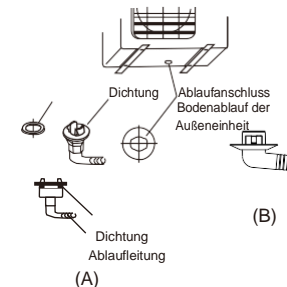

Abb. 11
Bei einem Ablaufanschluss mit Dichtung (Abb.11 (A)) setzen Sie zuerst die Dichtung auf den Anschluss, dann stecken Sie den Ablaufanschluss in die Ablauföffnung der Außeneinheit und drehen ihn dann zur sicheren Verbindung um 90 Grad. Zur Installation des Ablaufanschlusses wie Abb.11 (B) setzen Sie den Ablaufanschluss in die Ablauföffnung der Außeneinheit ein, bis er nach einem Klickgeräusch arretiert ist. Schließen Sie einen Verlängerungs-Ablaufschlauch (lokal erworben) an den Ablaufanschluss an, falls beim Heizbetrieb Wasser aus der Außeneinheit abläuft.